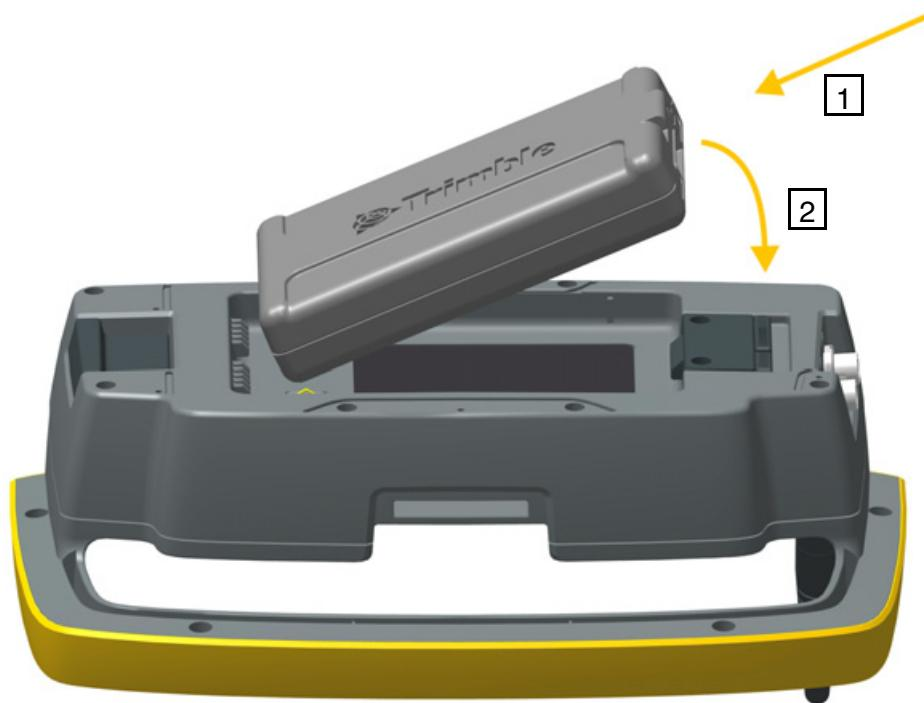

Рисунок 6.19. Установка батареи в держатель Trimble Robotic
- Совместите батарею с креплениями на держателе (1).
- Надавите на батарею, чтобы зафиксировать ее со щелчком (2). См. рис. 6.19.